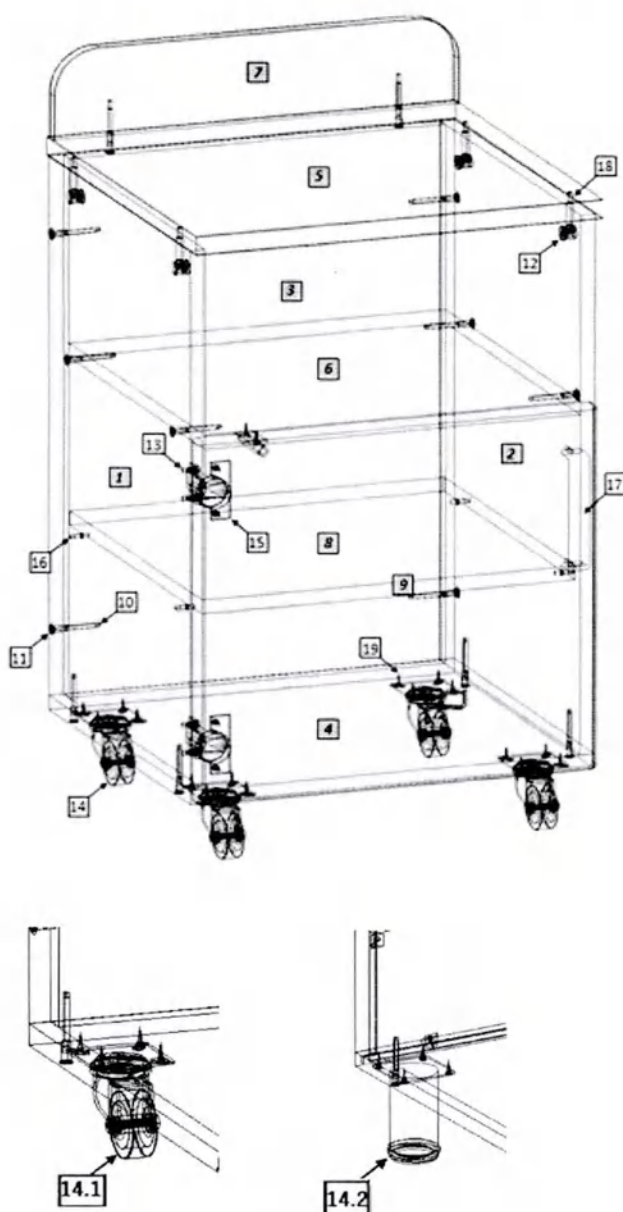

Рис.1
1. Внимательно ознакомьтесь со схемой сборки, изображённой на рис.1, сверяясь со спецификацией на изделие. Согласно схеме и спецификации определите расположение деталей в изделии и порядок их сборки. Сборка производится на ровном полу, укрытом материалом, предотвращающим повреждение покрытия пола и деталей мебели. Подготовьте необходимые для сборки инструменты – плоскую и крестовую отвёртки, молоток, рулетку или линейку.
2. На боковых стенках (1, 2) установите цилиндрические части эксцентриковых стяжек (18) в предназначенные для них отверстия; установите полкодержатели (16); установите ответные планки петель (13). На крышке (5) установите штоки эксцентриковых стяжек (18); евровинтами (10) закрепите вертикальную стенку (7).
3. Евровинтами (10), как показано на рис. 1, соедините вертикальные ст. (1, 2, 3) с горизонтальными стенками (4, 6). Установите крышку. Затяжка соединения производится путём поворота эксцентриков до упора в направлении стрелки, выштампованной на корпусе стяжки. На горизонтальной нижней стенке (4) шурупами 4×16 (19) закрепите опоры (14) (колесные опоры (14.1) или регулируемые опоры (14.2) по требованию).
4. На двери (9) шурупами 4×16 (19) закрепите петли (15); установите ручку (17). Дверь закрепите к боковой стенке тумбы. При необходимости отрегулируйте положение двери винтами петель. Установите полку (8) на полкодержатели. На видимые головки евровинтов и эксцентриковых стяжек установите заглушки (11, 12).